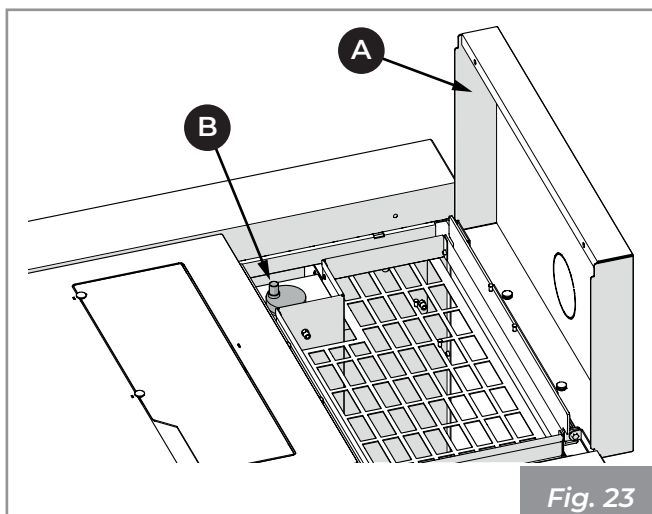
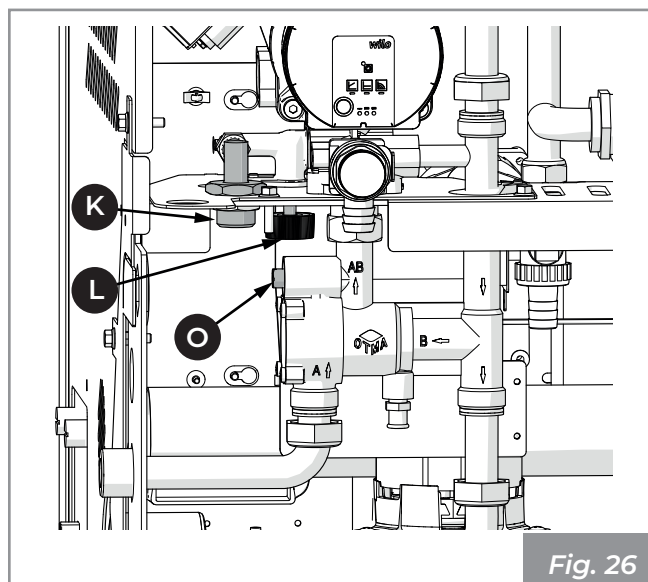
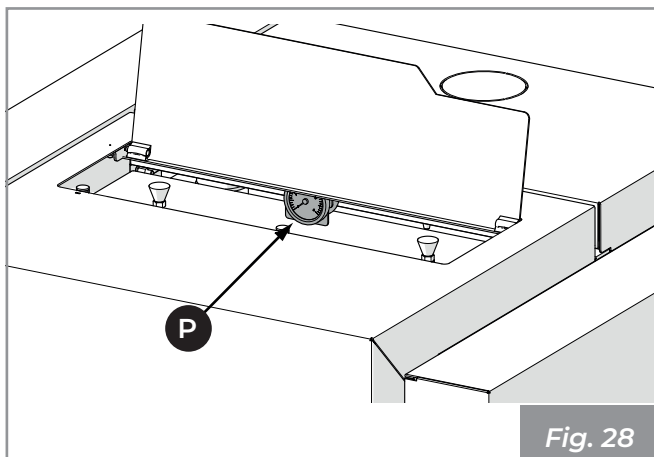

Fig. 23
Fig. 26
Fig. 28
- ouvrir le couvercle du réservoir (A) et desserrer le bouchon du purgeur automatique (B), s'il est nécessaire d'éliminer l'air présent dans la chaudière durant la phase de remplissage de l'appareil (Fig. 23).
Connecter un tuyau d'eau provenant du réseau au raccord de remplissage (K), ouvrir le purgeur (B) (Fig. 23), ouvrir le robinet de remplissage (L), et laisser couler l'eau jusqu'au remplissage complet de l'appareil (Fig. 26). Fermer le purgeur et attendre l'obtention de la pression minimale de fonctionnement (1 bar), vérifiable sur le manomètre (P) (Fig. 28).
- Ouvrir ensuite le purgeur évent (B) (Fig. 23), ouvrir le robinet de bypass présent sur la vanne anti-condensat (O), et laisser couler l'eau du circuit jusqu'au remplissage de la chaudière (Fig. 26). Fermer le purgeur et attendre l'obtention de la pression minimale de fonctionnement (1 bar), vérifiable sur le manomètre (P) (Fig. 28).
- 2) Connecter un tuyau à l'évacuation de l'appareil (M), ouvrir le purgeur, ouvrir le robinet de vidange (N), et laisser couler l'eau jusqu'au vidage complet de l'appareil. Fermer le purgeur et le robinet (N) (Fig. 26).